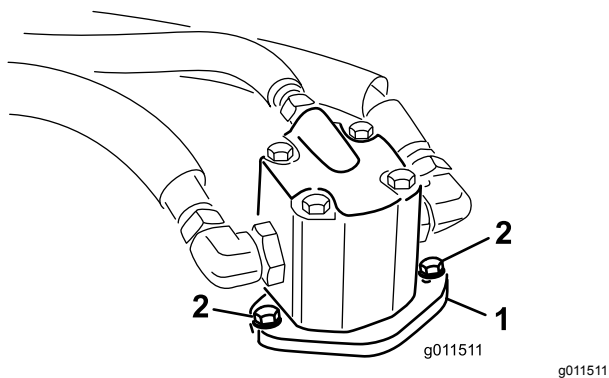

Figura 100
4. Retire os parafusos que fixam o motor hidráulico à plataforma do cortador (Figura 100).